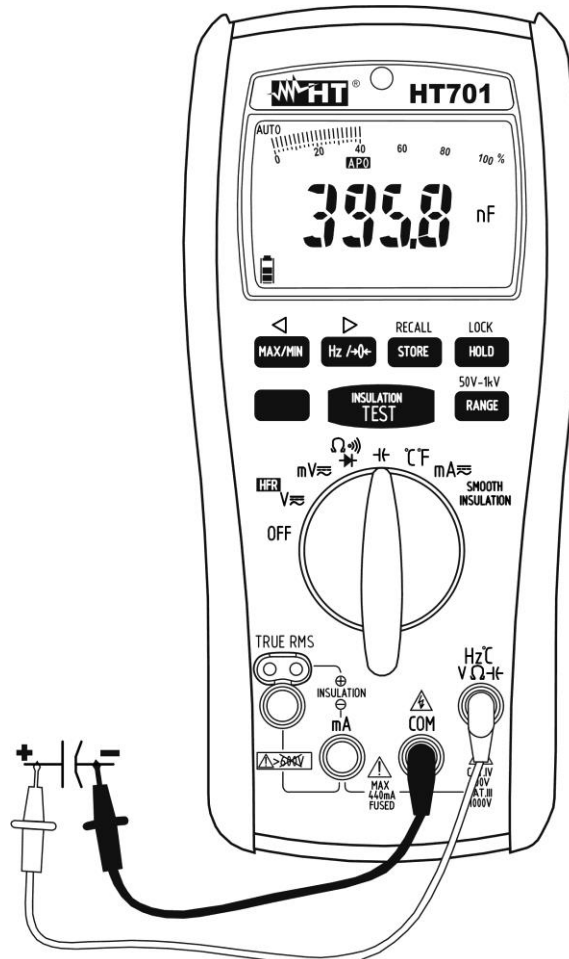

Abb. 8: Verwendung des Gerätes für Kapazitätsmessung
4. Verbinden Sie die rote Messleitung mit der **Hz C V Ω C** Eingangsbuchse, und die schwarze Messleitung mit der **COM** Eingangsbuchse (siehe Abb. 8)